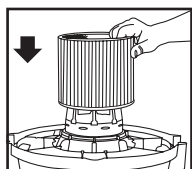

FIGURE 15
20. Alors que le couvercle du réservoir est renversé, glissez la cartouche filtrante vers le bas, sur le support de couvercle, et poussez jusqu'à ce que les joints du filtre reposent contre couvercle. **FIGURE 15.**